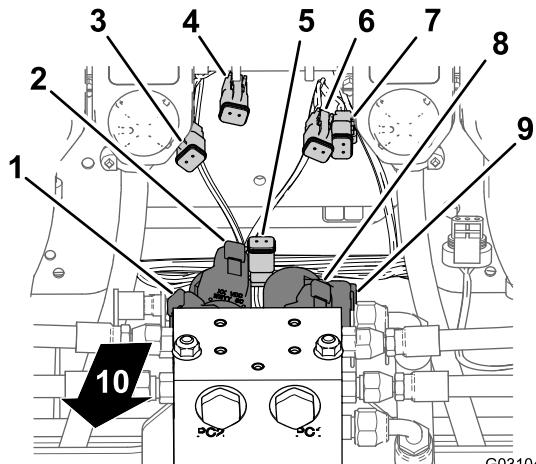
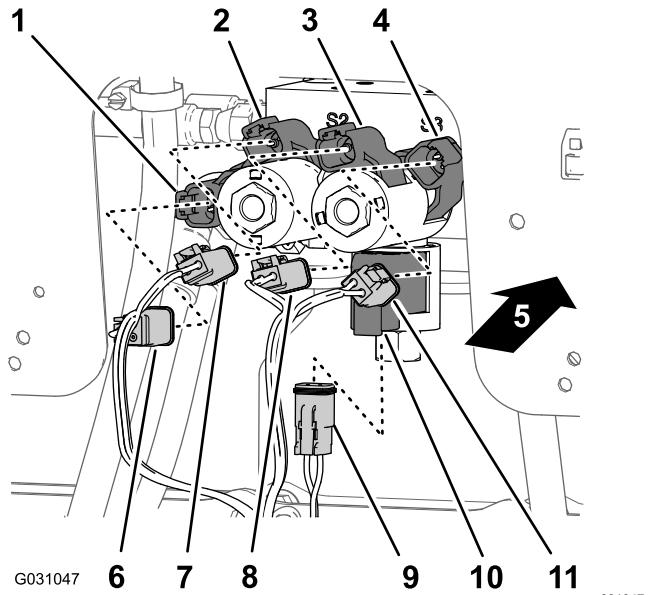

図 104
図 105
1. 升降シリンダ用マニホールドの下部で、後方ワイヤハーネスのEnable Solenoidというラベルのついた2ソケットコネクタを、「イネーブル」ソレノイドの2ピンコネクタに接続する図 104と図 105。
2. 右下のソレノイドで、後方ワイヤハーネスの**Right Down**というラベルのついた2ソケットコネクタを、右下ソレノイドの2ピンコネクタに接続する図 104と図 105。
3. 右上のソレノイドで、後方ワイヤハーネスの**Right Up**というラベルのついた2ソケットコネクタを、右上ソレノイドの2ピンコネクタに接続する図 104と図 105。
4. 左下のソレノイドで、後方ワイヤハーネスの**Left Down**というラベルのついた2ソケットコネクタを、左下ソレノイドの2ピンコネクタに接続する図 104と図 105。